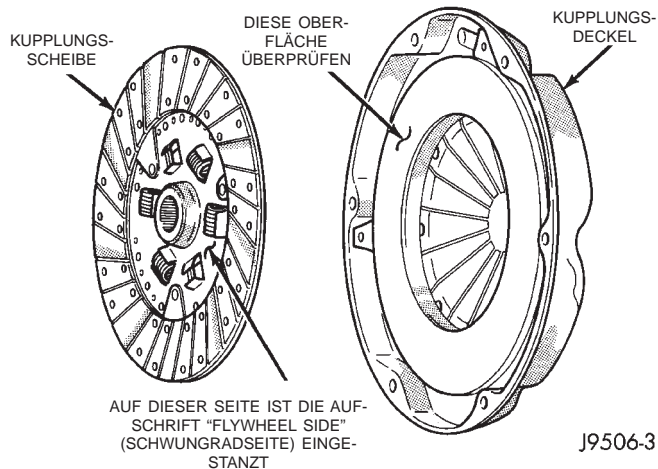

Abb. 3 Kupplungsscheibe und Druckplatte überprüfen
(1) Das Getriebe ausbauen. Näheres hierzu siehe Kapitel 21.
(2) Wenn der Original-Kupplungsdeckel wieder eingebaut werden soll, muß seine Position am Schwungrad markiert werden. Hierzu eine Markierung anreißen oder eine Farbmarkierung anbringen.
(3) Wenn der Kupplungsdeckel ausgetauscht werden soll, können die Befestigungsschrauben in beliebiger Reihenfolge gelöst werden. Wird hingegen der Original-Deckel wiederverwendet, müssen die Schrauben gleichmäßig und über Kreuz gelöst werden, damit der Deckel durch die starke Federspannung nicht verzogen wird.
(4) Die Befestigungsschrauben des Deckels lösen und Deckel und Kupplungsscheibe ausbauen (Abb. 3).
(4) Die Kupplungsscheibe am Schwungrad ansetzen. Darauf achten, daß die Seite, die mit der Markierung "Flywheel Side" (Schwungradseite) versehen ist, zum Schwungrad zeigt (Abb. 3). Wenn die Kupplungsscheibe nicht mit einer solchen Markierung versehen ist, muß die flache Seite der Scheibennabe zum Schwungrad zeigen.
(5) Die Oberfläche der Druckplatte des Kupplungsdeckels prüfen (Abb. 3). Den Kupplungsdeckel austauschen, wenn die Oberfläche verschlissen, verglast, gerissen oder riefig ist.
(7) Den Zentrierdorn in das Führungslager einsetzen und die Kupplungsscheibe am Schwungrad ansetzen. Die richtige Einbauposition der Kupplungsscheibe überprüfen. Die Seite der Kupplungsscheibe, die mit der Markierung "Flywheel Side" (Schwungradseite) versehen ist, muß zum Schwungrad zeigen (Abb. 3). Wenn die Kupplungsscheibe nicht mit einer solchen Markierung versehen ist, muß die flache Seite der Scheibennabe zum Schwungrad zeigen.